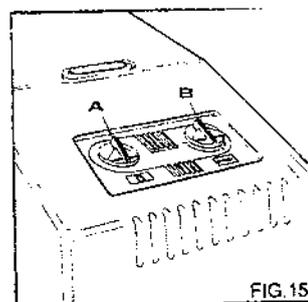

FIG. 15
- 2) Faire démarrer le nettoyeur en tournant l'interrupteur sur la position 1 (fig.15 A).
- 3) Arrêter le nettoyeur en tournant l'interrupteur de démarrage sur la position 0 (fig.15 A).
- 6) Pour le fonctionnement du nettoyeur avec de l'eau chaude, tourner le bouton de réglage de la température (fig.15 B).
- 1) Eteindre le brûleur en amenant le bouton de réglage de la température sur la position OFF (fig.15 B).